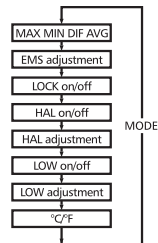

Рис.5
Кнопка переключение режимов измерения (MODE) (Рис.5)
В режиме HOLD нажмите кнопку переключения режимов MODE (4). Вы окажетесь в меню установок: Max Min Dif Avg Log, EMS, Lock On/Off, HAL On/Off, HAL adjustment, Low On/Off, Low adjustment, °C/°F. Смотрите рис.5.